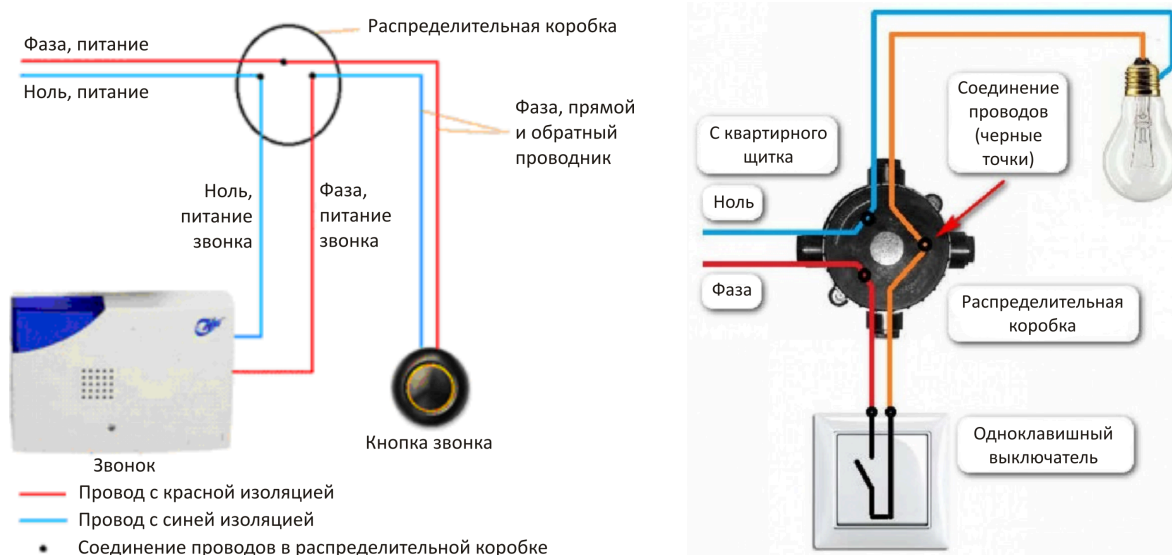

Рис. 8
7. Демонстрация мастером процесса сборки схемы включения звонка и светильника (рис. 8).